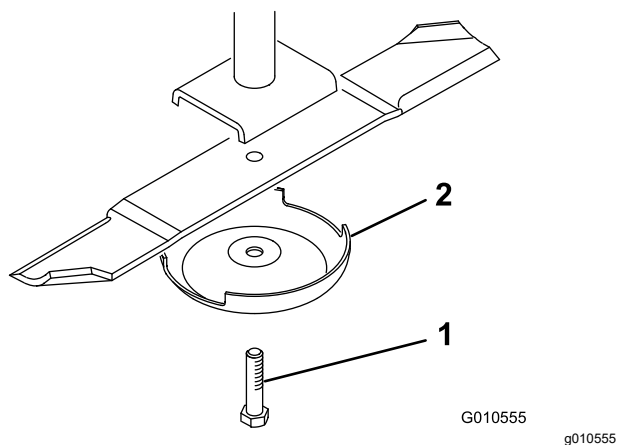

图 30
2. 使用抹布或厚垫手套抓住刀片的端部。卸掉刀片螺栓、防刮罩并从铰轴上取下刀片 (图 30)。